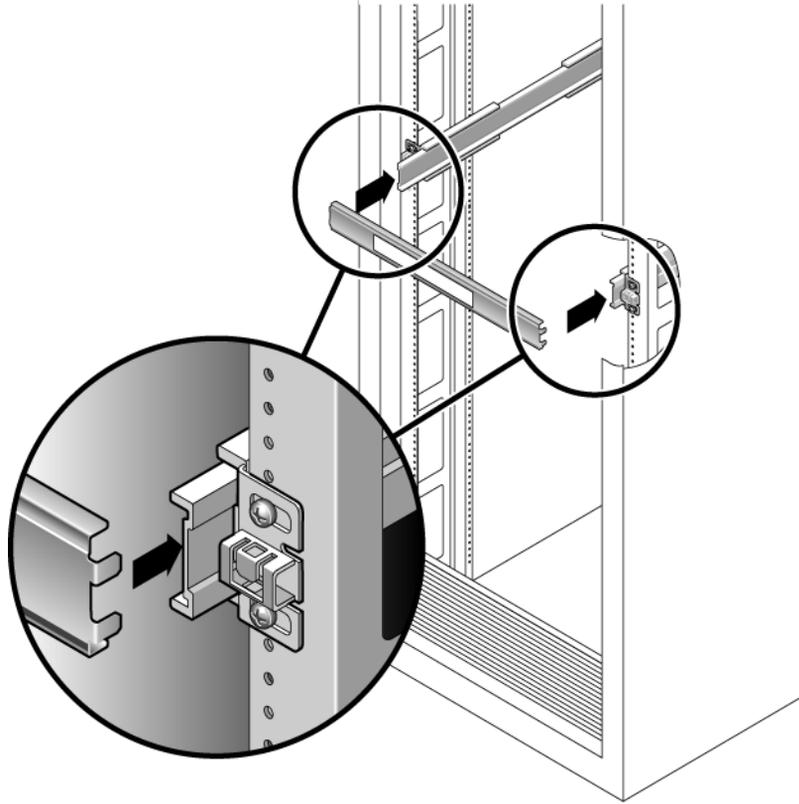

图 2-6 使用滑轨距离调整工具调整滑轨之间的距离
- a. 在机架正面，将调整工具的左侧插入左滑轨一端的插槽中（图 2-6）。